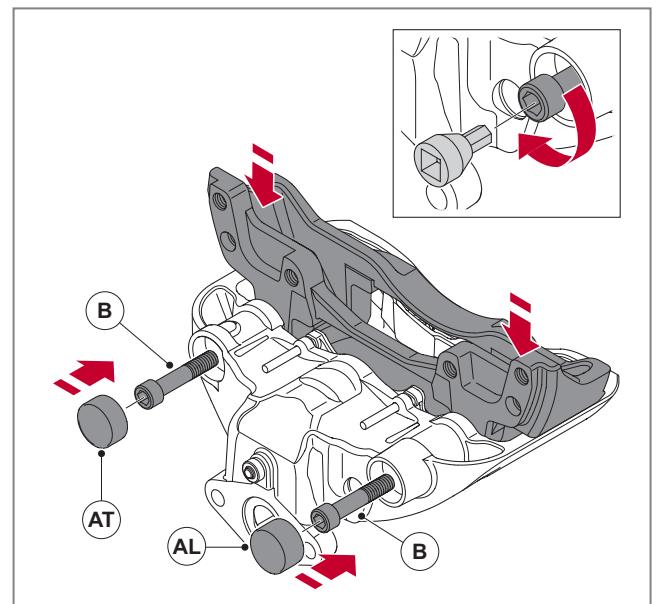

Abb. 71 - Bremsträger und Befestigungsschrauben wieder anbringen
10. Positionieren Sie den Bremsträger im Bremssattel und stellen Sie sicher, dass die mit Faltenbalg ausgerüsteten Führungsbolzen keine Behinderung darstellen. Sofern notwendig drücken Sie die Führungsbolzen beim Absenken in den Bremsträger leicht von Hand nach außen. Halten Sie den Bremsträger in Position, während die beiden Schrauben eingesetzt und verschraubt werden, *siehe* ► *Abb. 71*.
11. Verwenden Sie einen 14 mm Innensechskantschlüssel, um die Schrauben (B) einzuschrauben und anzuziehen. Das Anzugsdrehmoment ist in Kapitel „6.2.2 SAF SBS 2220 / SBS 1918 H0“ festgelegt.